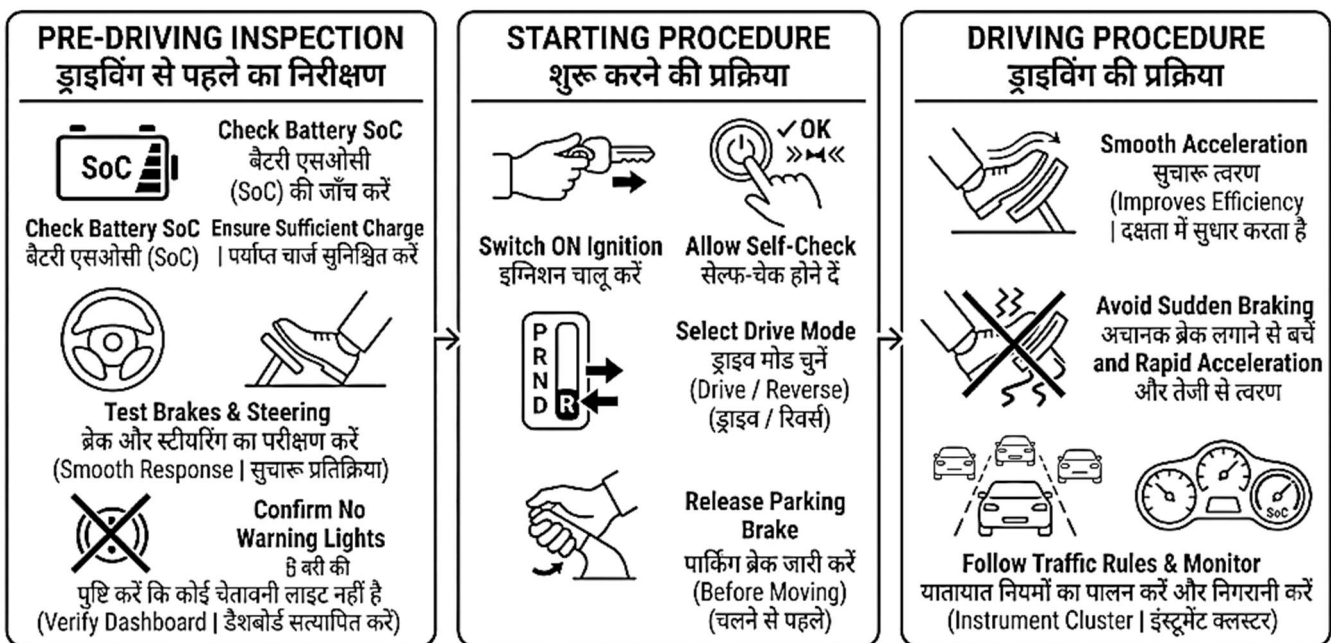

Fig. 6.5: EV Driving Procedures | ईवी ड्राइविंग प्रक्रियाएँ
6.5.1 Pre-Driving Inspection (Fig.6.5)
6.5.1 पूर्व-चालन निरीक्षण (Fig.6.5)